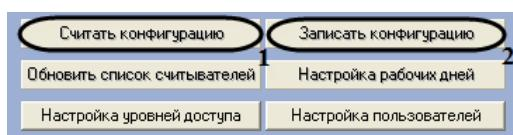

Рис. 3.3—12 Запись конфигурации в ППК Рубикон
2. Нажать кнопку **Считать конфигурацию** для считывания конфигурации устройств *ППК Рубикон* (см. Рис. 3.3—12, 1).
3. Нажать кнопку **Записать конфигурацию** для записи в устройства *ОПС Рубикон* конфигурации оборудования *ОПС Рубикон* в программном комплексе Интеллект (см. Рис. 3.3—12, 2)